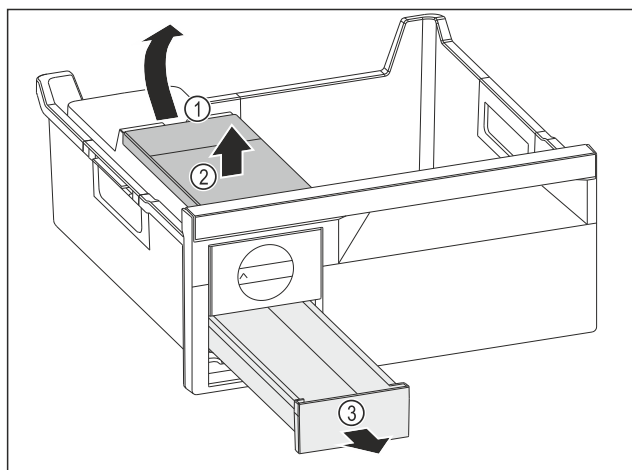

Fig. 95
- Fjern vanntanken: Løft opp vanntanken i fordypningen Fig. 95 (1).
- Fjern vanntanken Fig. 95 (2) ovenfra.
- Fjern isterningsskuff Fig. 95 (3) forfra.